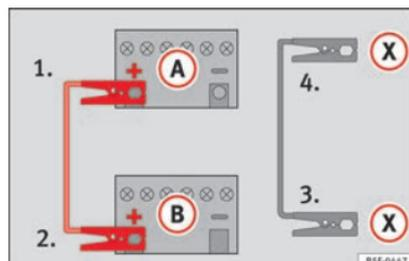

Abb. 78 Anschlussschema für Fahrzeuge mit Start-Stopp-System.
– Bei Fahrzeugen mit Start-Stopp-System: ein Ende des schwarzen Starthilfekabels (X) an einen geeigneten Masseanschluss, ein massives, fest mit dem Motorblock verschraubtes Metallteil oder an den Motorblock selbst anklemmen » **Abb. 78.**
5. Klemmen Sie das andere Ende des schwarzen Starthilfekabels (X) im Fahrzeug mit der entladenen Batterie an ein mit dem Motorblock verschraubtes, massives Metallteil oder an den Motorblock selbst, aber so weit wie möglich von der Batterie (A) entfernt an.